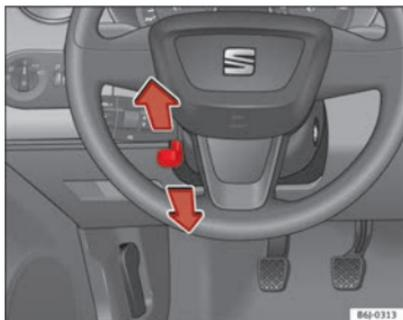

Fig. 108 Ajuste de altura del volante
- Tire hacia abajo de la palanca ⇒ fig. 108 situada debajo de la columna de dirección ⇒ ⚠.
- Ajuste el volante hasta alcanzar la posición deseada ⇒ fig. 108.
- Ajuste el asiento del conductor o el volante de modo que quede una distancia mínima de 25 cm entre el volante y el tórax ⇒ fig. 108. ¡Si no respeta la distancia mínima, el airbag no le protegerá adecuadamente y corre peligro de muerte!